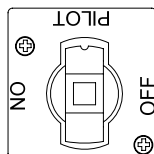
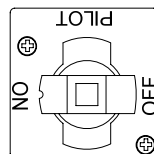

Figura 1
Figura 2
2. Gire la perilla de la válvula de gas a la posición PILOT (consulte la Figura 1).
4. Con el piloto encendido, presione y gire lentamente la perilla a la posición de ENCENDIDO (vea la Figura 2 en la página 3-1).
Para un apagado por breve plazo durante la jornada laboral, gire la perilla de la válvula de gas en sentido horario a la posición **PILOT** (consulte la Figura 1 en la Página 3-1) y ponga las cubiertas de la freidora en su lugar (si la freidora cuenta con tal equipamiento).
Al apagar las freidoras, gire la perilla de la válvula de gas a la posición **PILOT** (consulte la Figura 1 en la página 3-1). Pulse la perilla de la válvula de gas y gírela ligeramente en sentido horario. Suéltela y continúe girándola hasta que llegue a la posición **OFF** (consulte la Figura 2 en la página 3-1). Ponga las cubiertas de las ollas en su sitio (si la freidora cuenta con ellas).